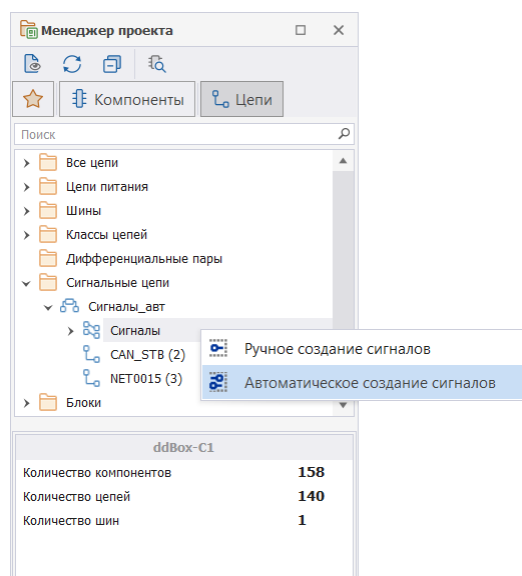

Рис. 146 Создание сигнала для выбранной сигнальной цепи в автоматическом режиме
1. В панели «Менеджер проекта» → «Сигнальные цепи» выбрать сигнальную цепь «Сигнал_авт», установить курсор на пункт «Сигналы», вызвать контекстное меню и выбрать пункт «Автоматическое создание сигналов», см. Рис. 146.